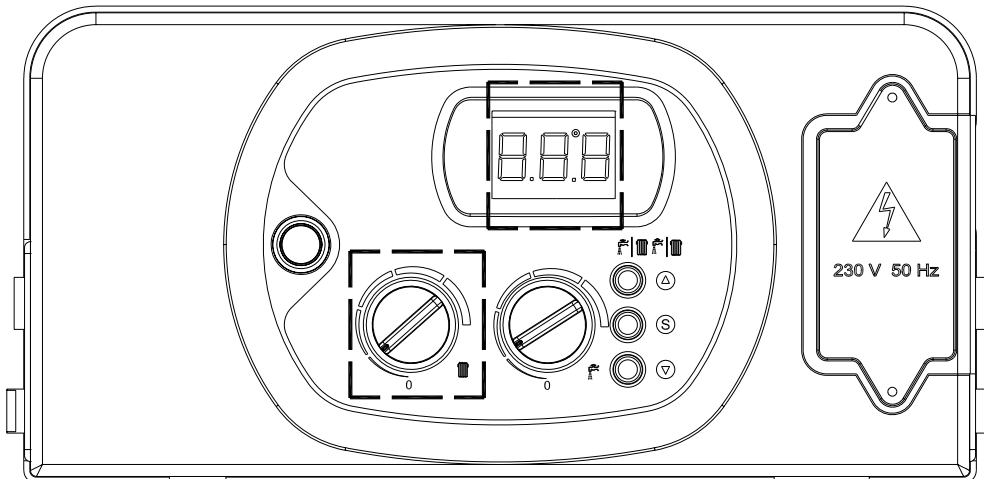

fig.20
- en cas de branchement direct de la sonde extérieure sur la carte, le réglage de la courbe de chauffe (pente) se fait en agissant sur le bouton de réglage du chauffage. Tourner le bouton encadré (fig.20) pour visualiser la numération correspondant à la courbe du diagramme de la figure 19.